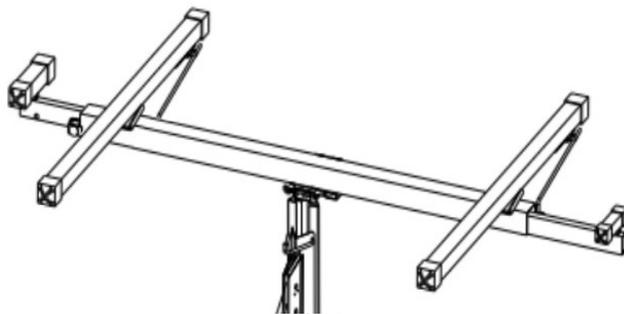

Bild 28
- När båda tvärmarna är fästa i vaggan ska den slutliga monteringen se ut som i Fig. 28.